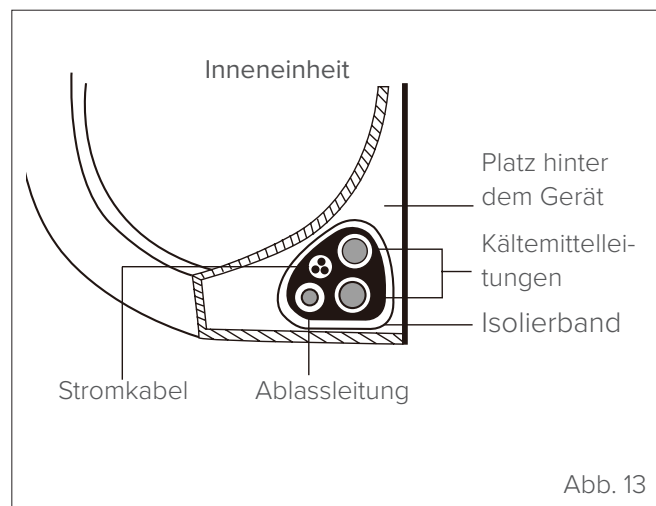

Abb. 13
- 1 Die Ablassleitung, die Kältemittelleitungen und die Kabel wie in "Abb. 13" gezeigt bündeln.
- 3 Mit Isolierband die Stromkabel, die Kältemittelleitungen und die Ablassleitung fest umwickeln. Erneut überprüfen, ob alle Leitungen wie in "Abb. 13" gezeigt miteinander verbunden sind.